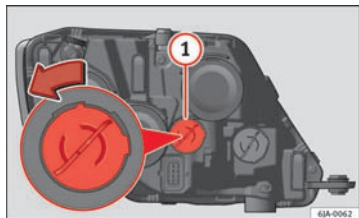

Fig. 152 Udskiftning af pære til dagskørelys
- Drej pæreholderen ⇒ Fig. 152 ① mod uret, og tag den af.